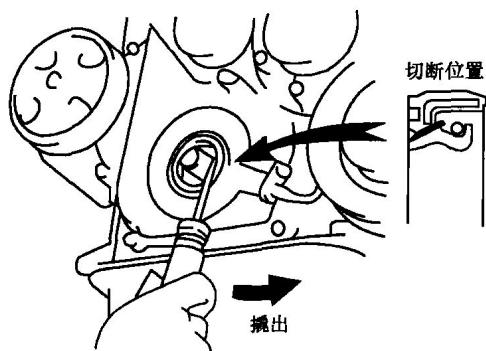

图 1-13 拆出曲轴前油封
① 使用专用工具，拆下传动带轮螺栓。
② 使用专用工具，拆下减振传动带轮。
① 使用刀片将油封唇部切断。
② 使用尖端缠绕胶带的一字旋具，将油封撬出，如图 1-13 所示。